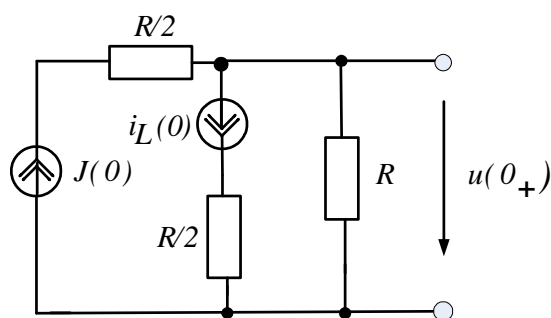

Рис. 24. Схема для расчета ЗНУ
4. Для определения ЗНУ $u(0_+)$ в момент времени $t = 0_+$ рисуем схему, в которой заменяем индуктивность на источник тока с величиной $i_L(0)$, определяем также $J(0) = 4 \cdot \sin 60^\circ = 3.46 \text{ А}$ (рис.24)